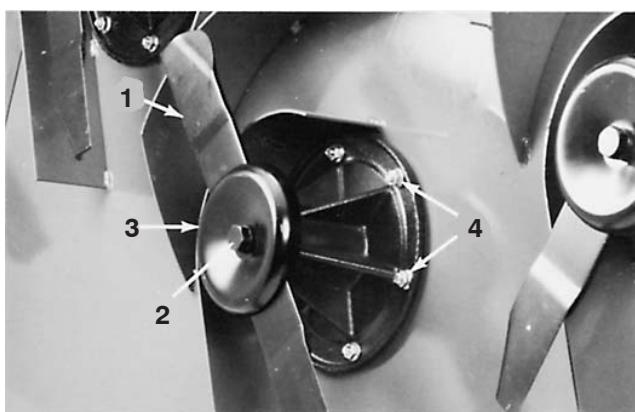

Bild 63
2. Fassen Sie das Ende des Messers mit einem stark wattierten Handschuh oder Lappen an. Entfernen Sie die Messerschraube, die Sicherungsscheibe, Antiskalpier schale und das Messer von der Spindel (Bild 63).